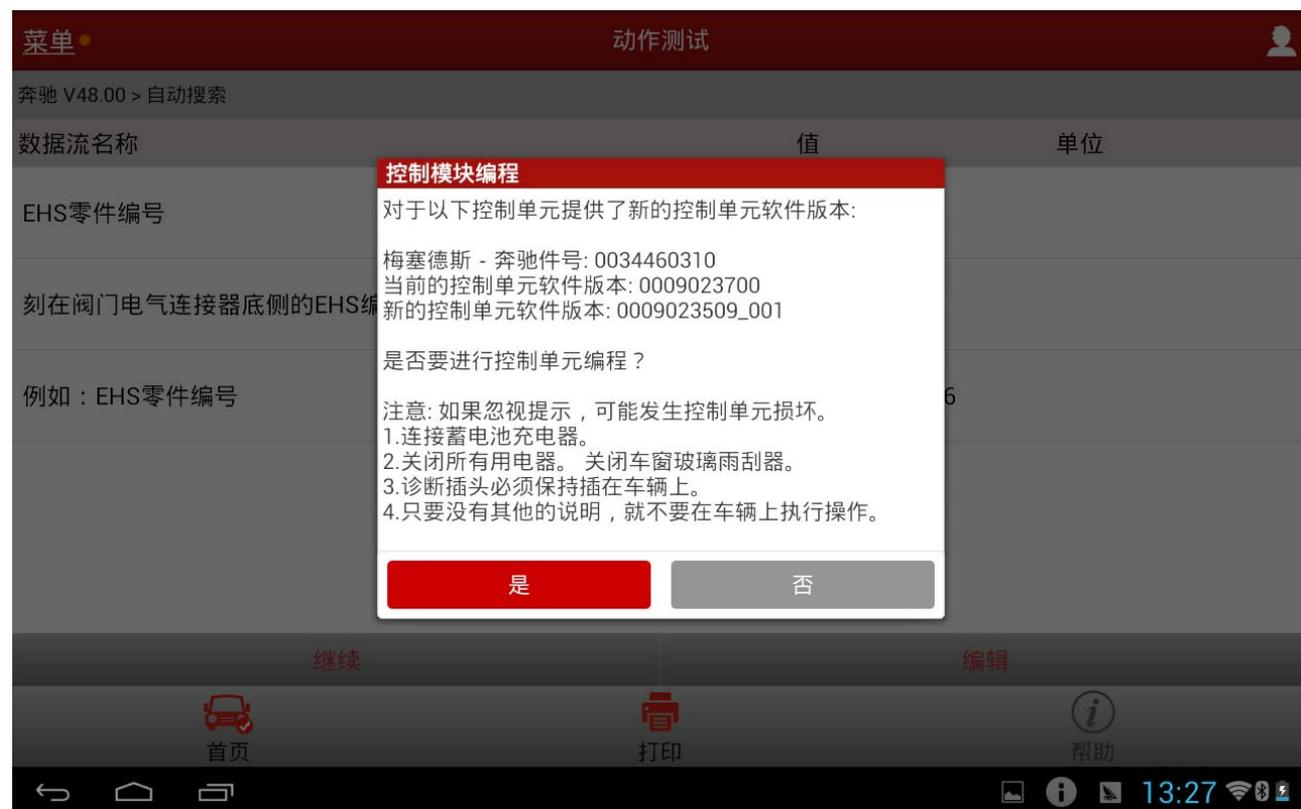

图 5
4). 配置文件下载完成后会显示控制单元软件版本信息及编程功能执行条件(如图 5)。